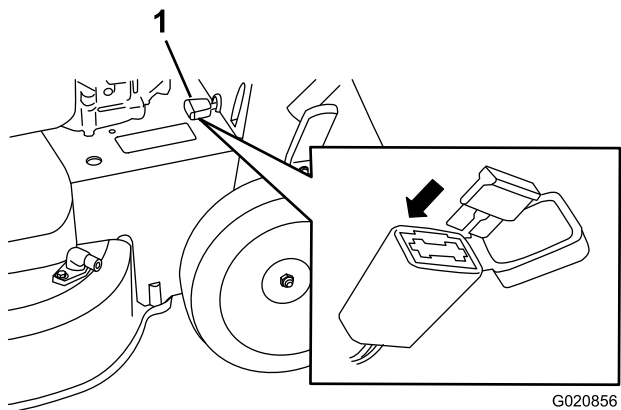

Bild 36
1. Öffnen Sie die abgedichtete Sicherungsfassung und wechseln Sie die Sicherung aus (Bild 36).